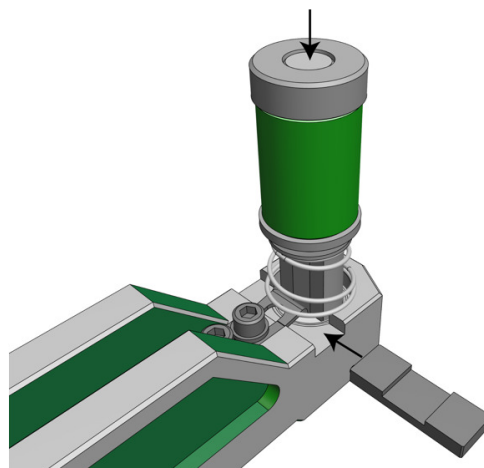

図6
- 手順5： キーストッパー押えを平小ネジ（M6×15）で締め付け、取付けは完了です（図6）